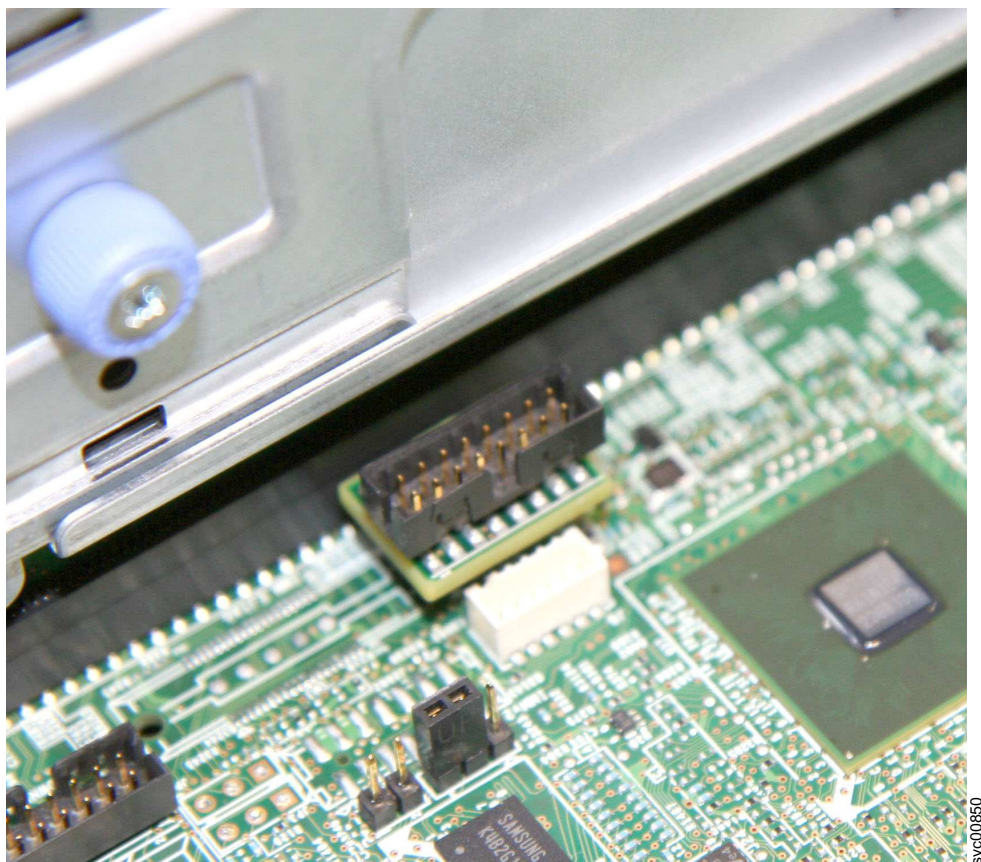

图 105. 安装到主板上 LPC 接口的 LPC 适配器，两个视图
3. 从主板上的 LPC 接口卸下 LPC 适配器板，如第 128 页的图 105 中所示。